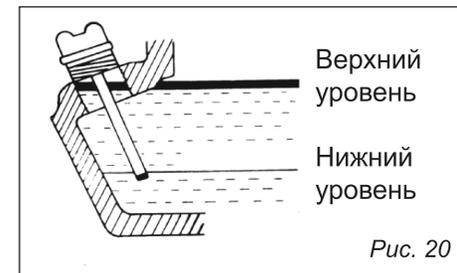

Рис. 20
2. Открутите крышку маслониливной горловины и протрите щуп (рис. 20).